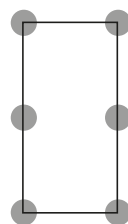

fig. 3
- Per i formati rettangolari con lato maggiore di 60 cm, i supporti devono essere disposti negli angoli ed a metà dei due lati maggiori (quindi 6 supporti/lastra) (fig.3)
- When working with rectangular tiles whose side measures more than 60 cm, pedestals must be placed at the corners and the centre of the two longer sides, i.e., 6 pedestals per tile (fig.3)
- Pour les formats rectangulaires dont le côté est supérieur à 60 cm, les plots doivent être disposés dans les coins et au milieu des deux côtés les plus longs (donc 6 plots/dalle) (fig. 3).